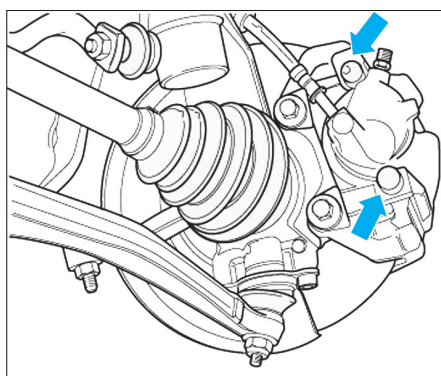

Fig. 3
- Retirer les capuchons (flèches) (Fig.3).